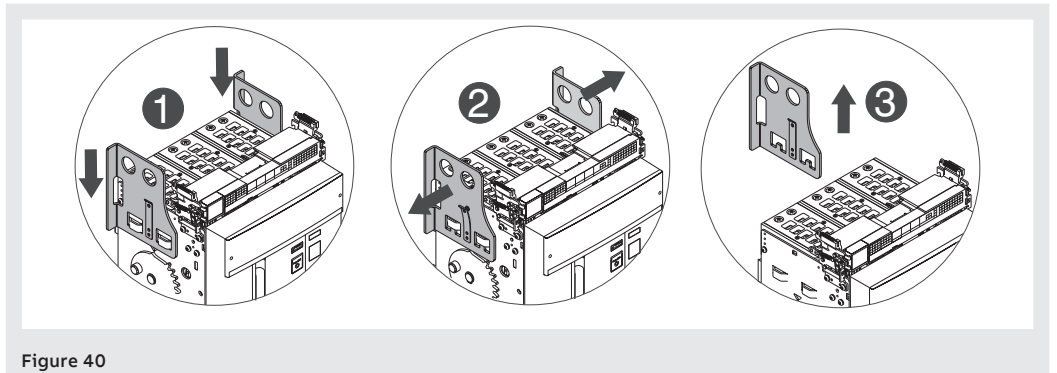

Figure 40
5. Décrocher la languette et enlever les plaques de levage de la partie mobile. Voir Figure 40.